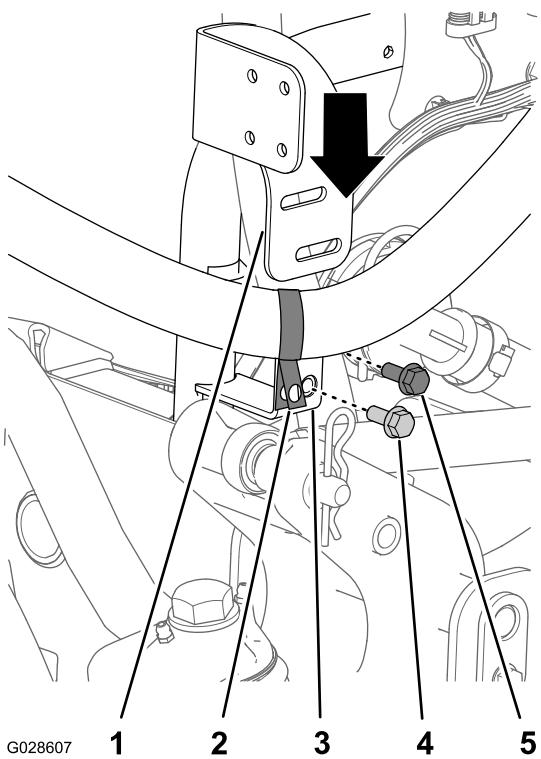

Figure 21
1. Sur le support du tube de montage, retirez le boulon qui fixe le collier en R qui soutient le flexible sur le régulateur de pression d'agitation (Figure 21).
2. Placez le support de la vanne de mélange entre le collier en R et le flexible et le support du tube de montage (Figure 21).
3. Alignez les trous du support de la vanne de mélange et les trous du support du tube de montage (Figure 21).
4. Dans les trous inférieurs des supports, montez le support de la vanne de mélange dans les trous du support du tube de montage (Figure 21) au moyen d'un boulon à embase (5/16 x 3/4 po).
5. Dans les trous supérieurs des supports, montez le collier en R et le support de la vanne de mélange sur le support du tube de montage à l'aide du boulon retiré à l'opération 1 (Figure 21).